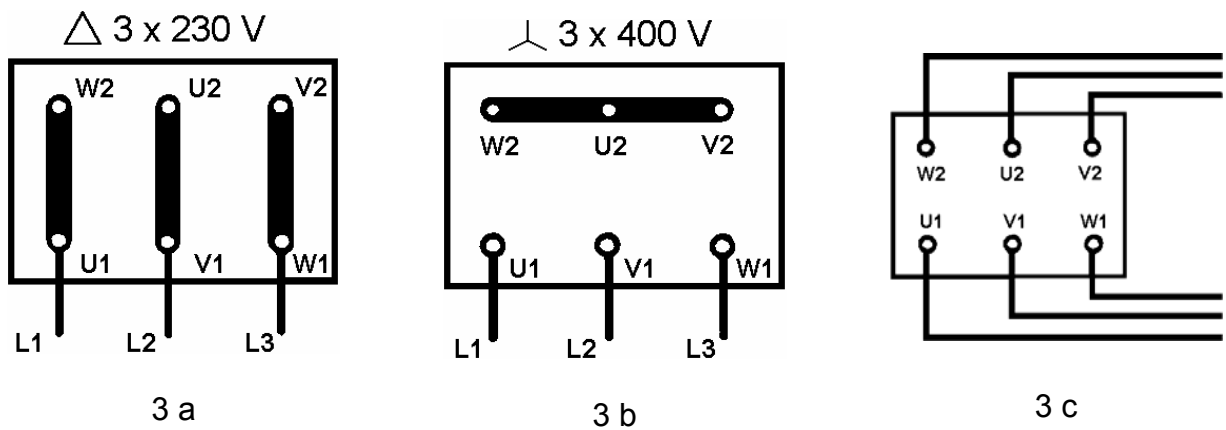

Рис. 3
- Электроподключение: смотрите рисунок 3. Можно использовать схему подключений, находящуюся под крышкой клеммной коробки.